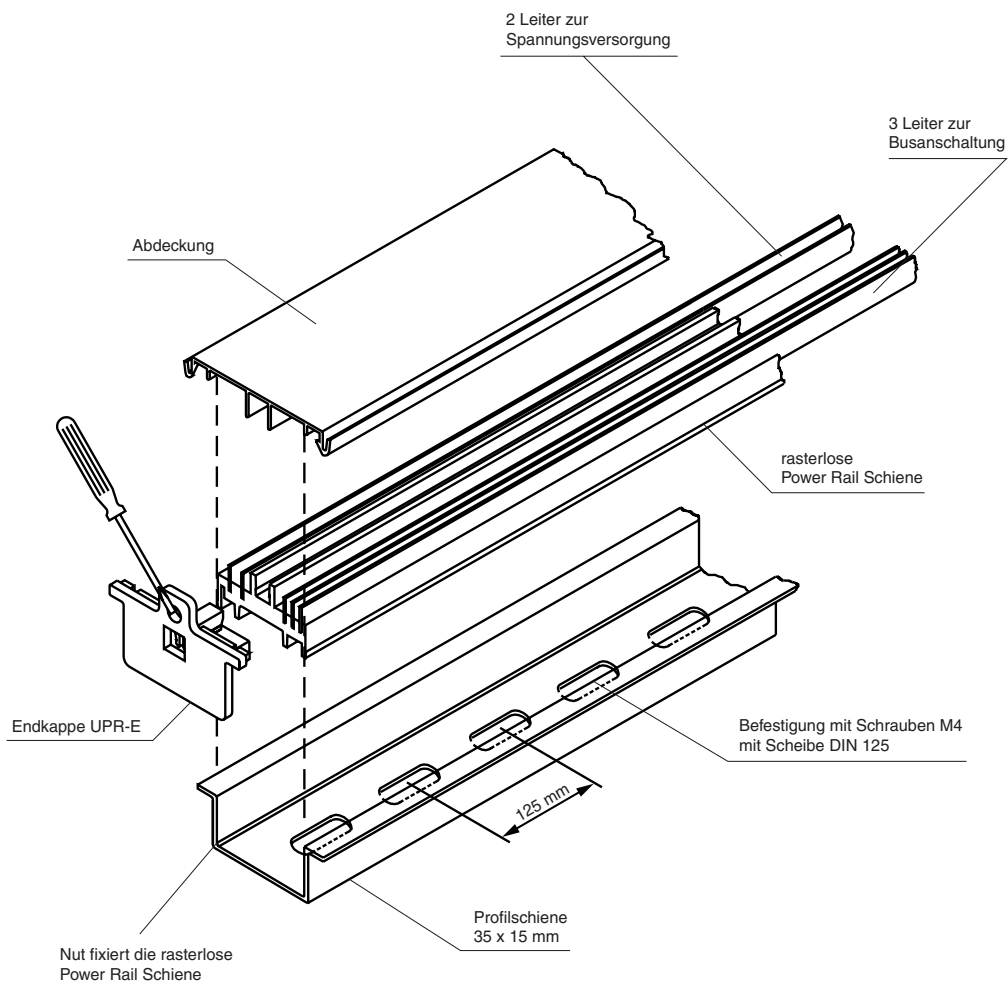

Bild 6.11: Aufbau der Power Rail Schiene UPR-05
Lieferumfang (siehe Bild 6.11):
- Endkappen UPR-E (siehe Bild 6.11)